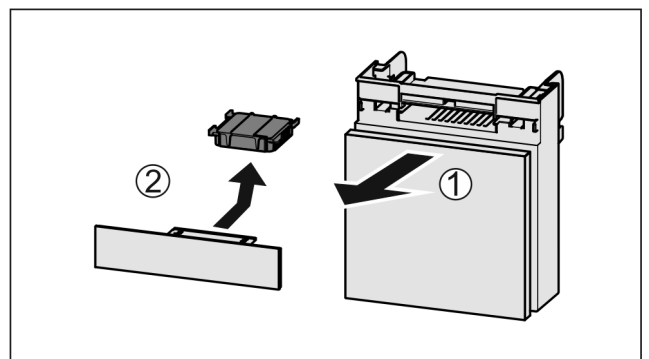

Fig. 31
- ▶ Extraire le compartiment par l'avant Fig. 31 (1).
- ▶ Sortir le filtre à charbon actif Fig. 31 (2).